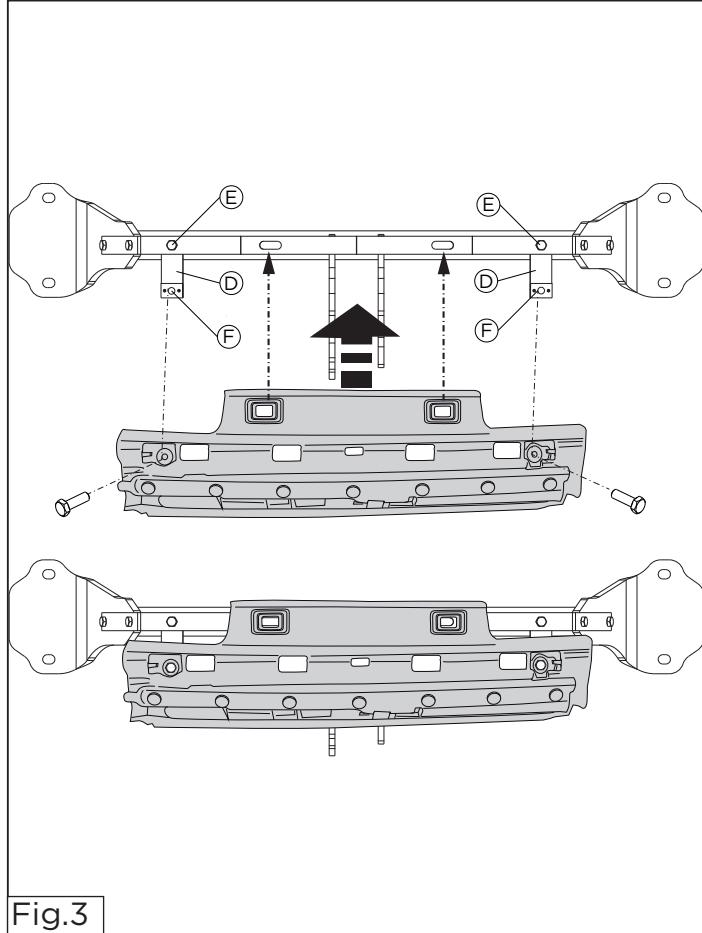

Fig.3
9. Установить пластмассовый корпус на поперечный брус букирного крюка в точках F. См. рисунок 3.